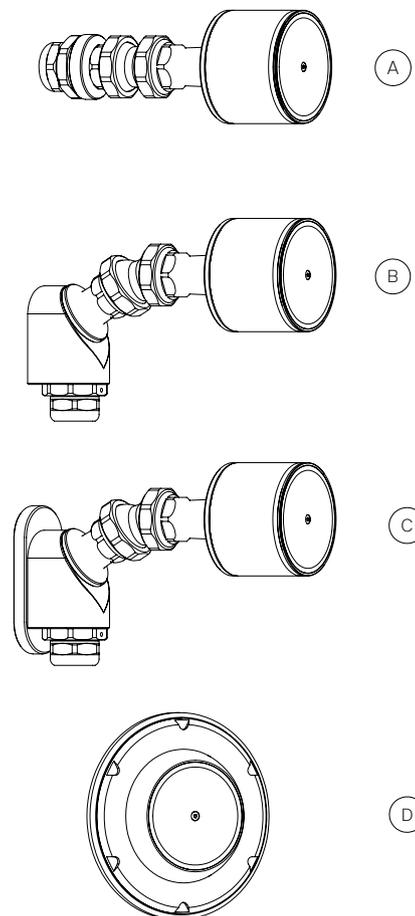

Abbildung 6
- Der Flex-Armhalter (Blecheinbau) (Abb. 6-A) eignet sich am besten für die Installation in eine Blechwand mit direkter Durchführung der Zuleitungen.
- Der Flex-Armhalter (Vorwandmontage) (Abb. 6-B) lässt sich flexibel an Blechwände oder in Vollmaterial montieren, auch dort wo keine direkte Kabelverschraubung durch die Gehäusewandung möglich ist.
- Der Flex-Armhalter (Magnethalter) (Abb. 6-C) eignet sich für eine einfache und schnelle Montage ohne Modifikation an der Werkzeugmaschine, insbesondere für Tests und die Auswahl des geeigneten Einbauorts. Für dauerhaften Einbau wird die feste Montage empfohlen. Demontieren Sie hierzu den Magnetschuh; der Halter entspricht dann der Ausführung „Vorwandmontage“.
- Der Kugelkopfhalter (Abb. 6-D, Abbildung ohne Werkzeug und ohne Gegenhalter) ist für den Einbau in eine Blechwand vorgesehen. Aufgrund der flachen und spanabweisenden Konturen neigt dieser Halter zu vergleichsweise geringer Spänenesterbildung. Der Halter verfügt eine kugelförmige Topaufnahme, die ihn mit allen Kamerakopf-Varianten kompatibel macht. Die maximale Neigung beträgt  $\pm 20^\circ$  zur Bohrungsachse. Der Kamerakopf kann mit einer Ausrichtung von  $0-360^\circ$  montiert werden.